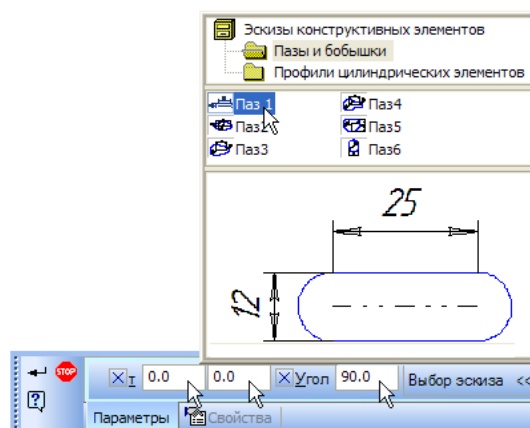

Рисунок 22
- В списке элементов укажите Паз 1. В окне предварительного просмотра будет показан его контур (рис.22).